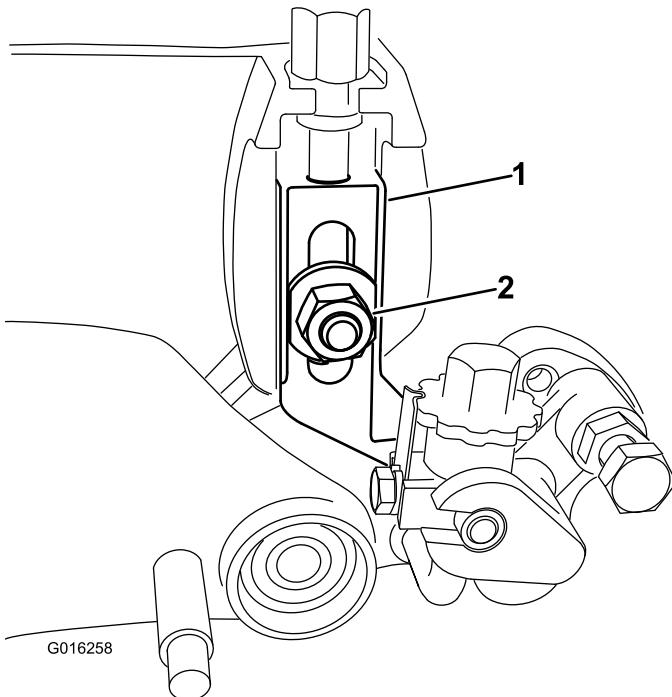

Рисунок 30
5. Снимите лемешный болт, гайку и шайбу, которые крепят узел рычага высоты сканирования к боковой плите (Рисунок 30).